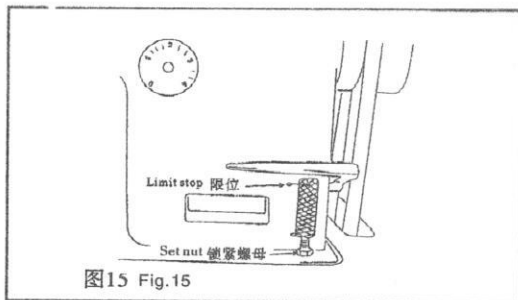

图15 Fig.15
十二. 针距的调节 (图15) To adjust stitch length (Fig.15)
- 1、针迹长度的调节 (图15) 只要旋转针距调节旋钮至所需数字即可。旋钮上刻度的数字用mm表示。